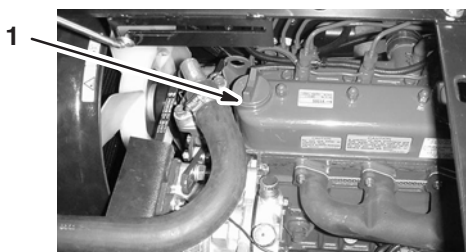

Figure 34
13. Retirez le bouchon de remplissage et versez lentement environ 80% de la quantité d'huile spécifiée dans le tube de remplissage (Fig. 34).